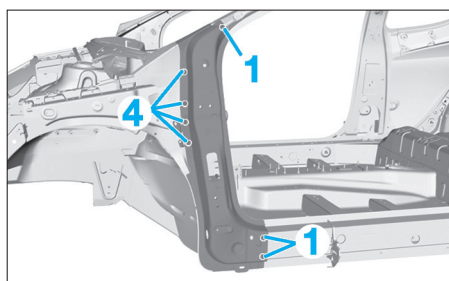

FIG. 66
- par points bouchons les 6 points (1) (Fig.66).